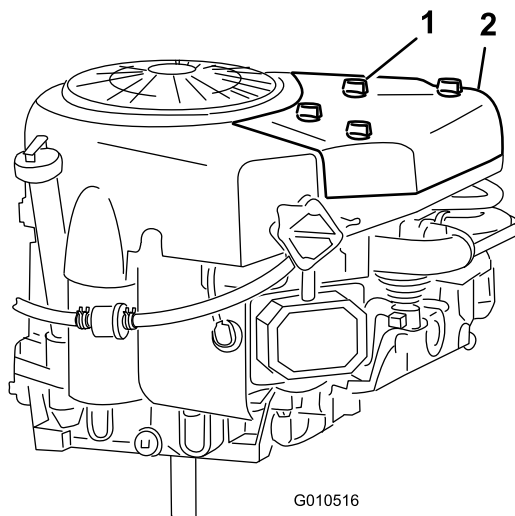

Figura 21
2. Desenrosque los pomos y retire la cubierta del limpiador de aire (Figura 21).
3. Instale la cubierta del limpiador de aire y los pomos (Figura 21).